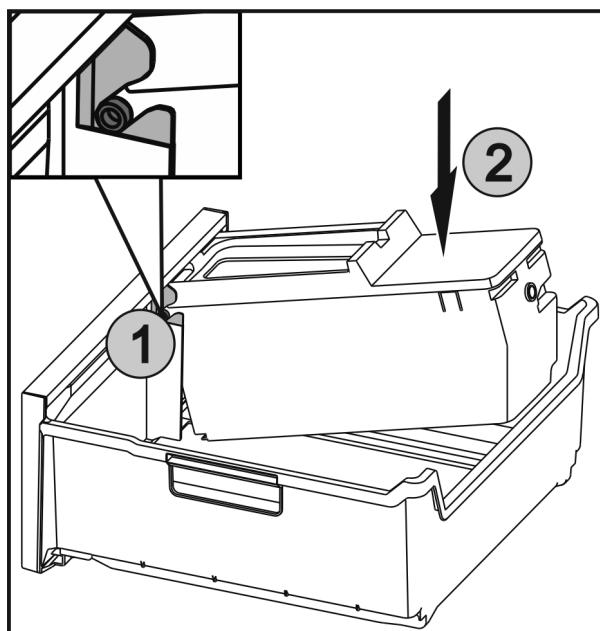

Fig. 43
- Zasuňte osy Fig. 43 (1) na EasyTwist-Ice do vedení a zatlačte zadní stranu Fig. 43 (2) tak, aby západka zaklapla.